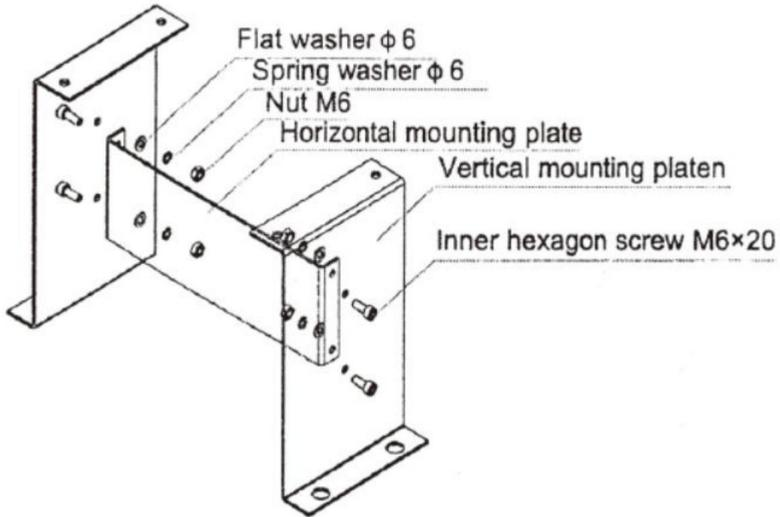

Abbildung 5
a) Demontieren Sie vor der Installation das Kunststoffgehäuse am Hauptmotor und bewahren Sie die entsprechenden Befestigungselemente ordnungsgemäß auf. b) Wenn Sie die abnehmbare Montagebasis wählen, sollte die Basis zuerst wie in Abbildung 5 gezeigt zusammengebaut werden: